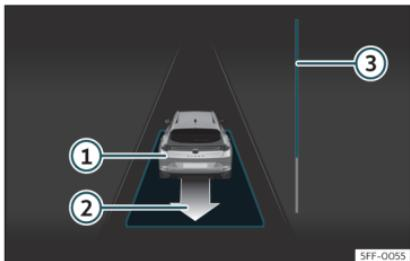

Fig. 193 En la pantalla del cuadro de instrumentos: desaparcar de un hueco en línea.
- Retroceda hasta que suene la señal continua del ParkPilot; **O BIEN**: dé marcha atrás hasta que en la pantalla del cuadro de instrumentos aparezca la indicación de dar marcha adelante. La barra de progreso » fig. 193 ③ indica la distancia que hay que recorrer » pág. 297.